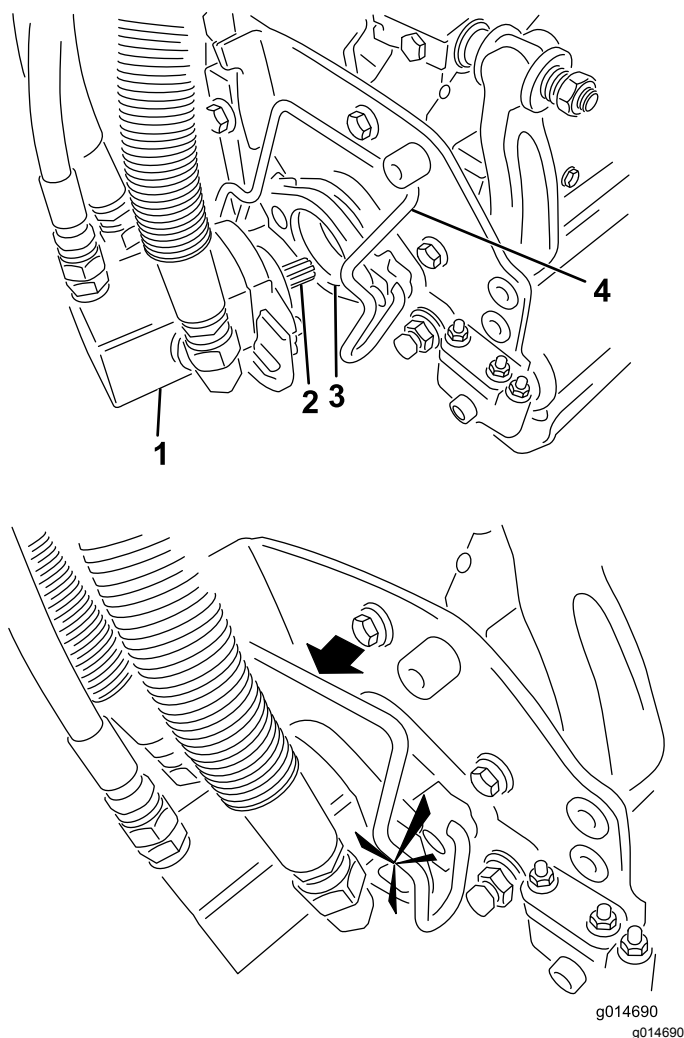

Figura 3
5. Insira o motor no lado esquerdo da unidade de triplo-rolô (visto da posição do operador) e empurre a barra de retenção do motor na unidade de triplo-rolô na direção do motor até ouvir um “clique” de ambos os lados do motor (Figura 3).